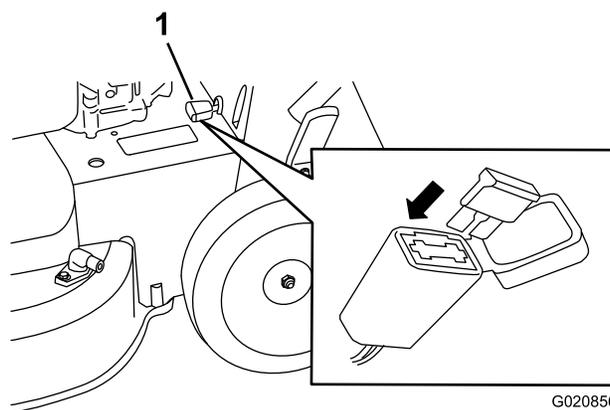

Рисунок 34
1. Откройте герметичный держатель предохранителя и замените предохранитель (Рисунок 34).